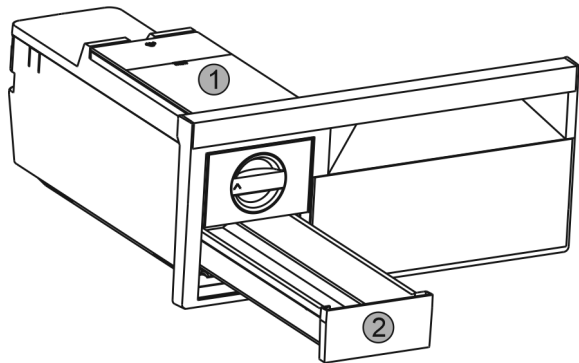

Fig. 39
- ▶ Odoberte nádržku na vodu Fig. 39 (1) a zásuvku na kocky ľadu Fig. 39 (2).